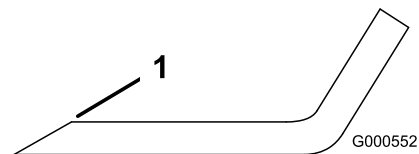
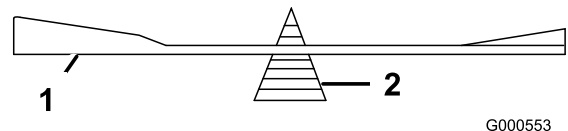

Figure 51
Figure 52
1. Au moyen d'une lime, aiguisez les tranchants aux deux extrémités de la lame (Figure 51). Veillez à conserver l'angle de coupe d'origine. Limez la même quantité de métal sur chacun des deux tranchants pour ne pas déséquilibrer la lame.
2. Vérifiez l'équilibre de la lame en la plaçant sur un équilibreur (Figure 52). Si la lame reste horizontale, elle est équilibrée et peut être utilisée. Si la lame est déséquilibrée, limez un peu l'extrémité de la partie relevée seulement (Figure 51). Répétez la procédure jusqu'à ce que la lame soit équilibrée.